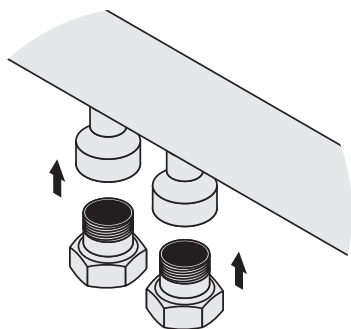

Рис.10
4.4.2. Установите на отводы подключения EU50 «носики» с накидными гайками (рис. 10).